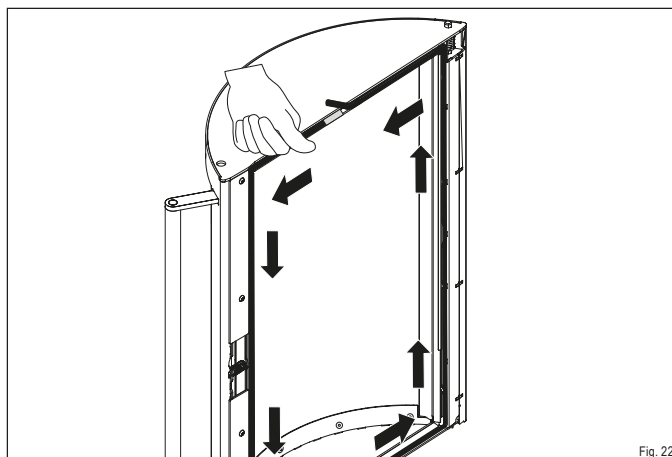
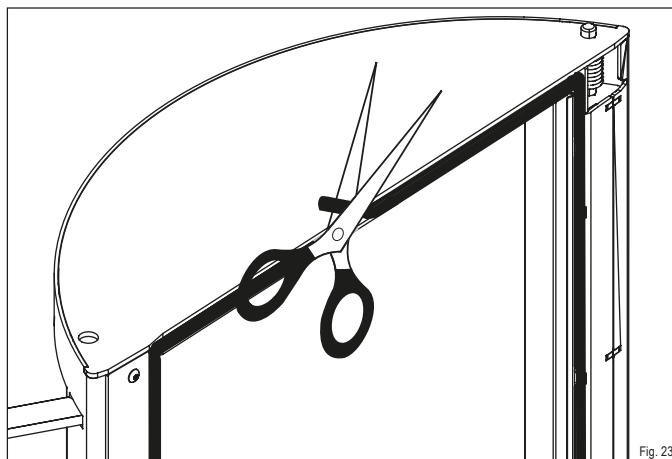

Fig. 22
Fig. 23
- ▶ Commencez à poser le joint au milieu du guide, dans la zone supérieure de la porte du foyer. Appuyez uniformément sur le joint dans le guide (Fig. 22). Laissez dépasser l'extrémité un peu et coupez le joint à ras (Fig. 23).